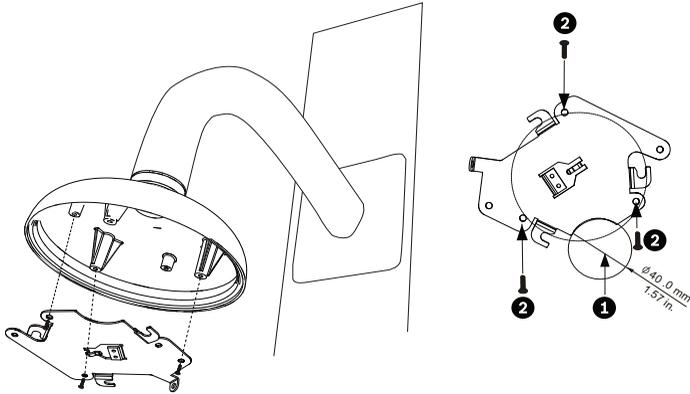

Bild 5.7 Befestigen der Montageplatte an der Dome-Kappe
2. Verlegen Sie die Kabel an der Seite der Montageplatte mit der sichelförmigen Aussparung (Referenznr. 2 in *Bild 5.7*).